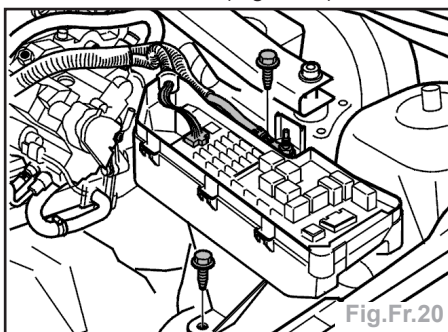

Fig.Fr.20
- le couvercle du moteur en le tirant tout droit vers le haut (Fig.Fr.20),